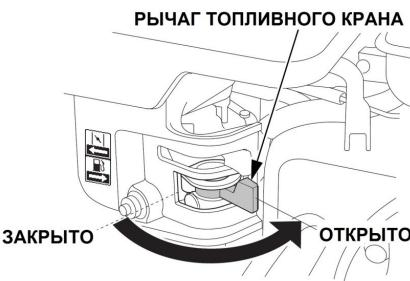

Рис. 22 Рычаг топливного крана
- Откройте топливный кран переводом рычага вправо (Рис. 22).